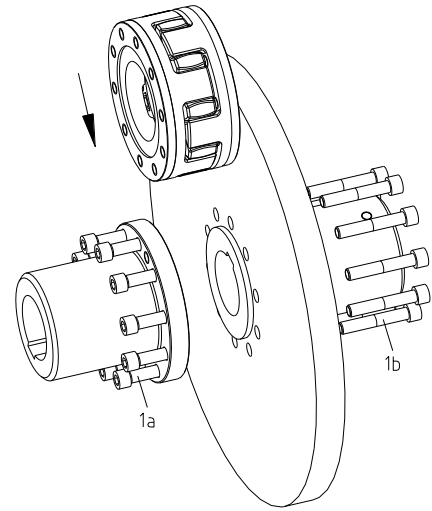

Bild 7
- Setzen Sie die zusammengesteckten Teile zwischen die Kupplungsflansche (Bauteil 4Nv und 4Nx) (siehe Bild 7) und verschrauben Sie die Teile mit den Zylinderschrauben (Bauteil 1a und 1b) zunächst handfest.